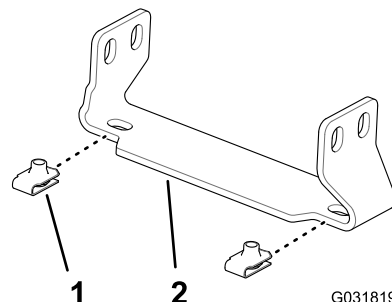

Рисунок 235
1. Установите 4 гайки с зажимами, снятые при выполнении пункта 6 в разделе 10 Снятие кожуха средней секции \(с 11 соплами\) дополнительного комплекта закрытой стрелы \(страница 26\), на 2 опорных кронштейна кожуха средней секции (номер 131-3703-03 по каталогу Toro), как показано на Рисунок 235.
- Установите 4 гайки с зажимами (номер 94-2413 по каталогу Togo) на 2 других опорных кронштейна кожуха средней секции (номер 131-3703-03 по каталогу Togo), как показано на Рисунок 235.